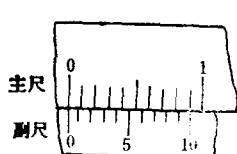

图 1-17 0.1mm 游标卡尺的刻线
1) 0.1mm游标卡尺 主尺每小格1mm，当卡尺两脚合并时，主尺上9mm刚好等于副尺上10格（图1-17），则：